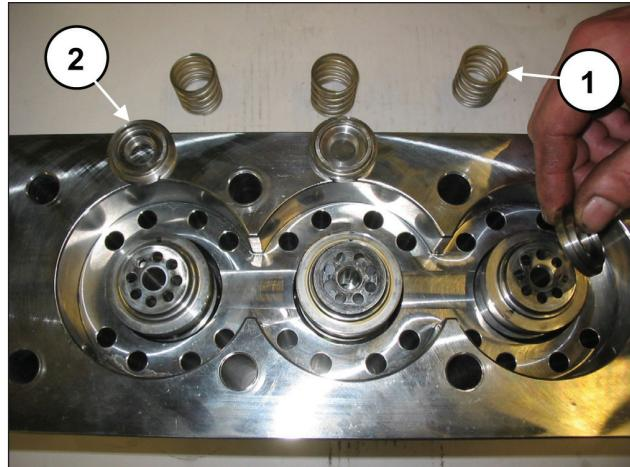

Abb. 103
Achten Sie beim Ausbau der Buchsen darauf, nicht die Ventilfeder und die Flachventile zu verlieren (Pos. ① und ②, Abb. 103), da diese nur eingelegt sind und herausfallen können.